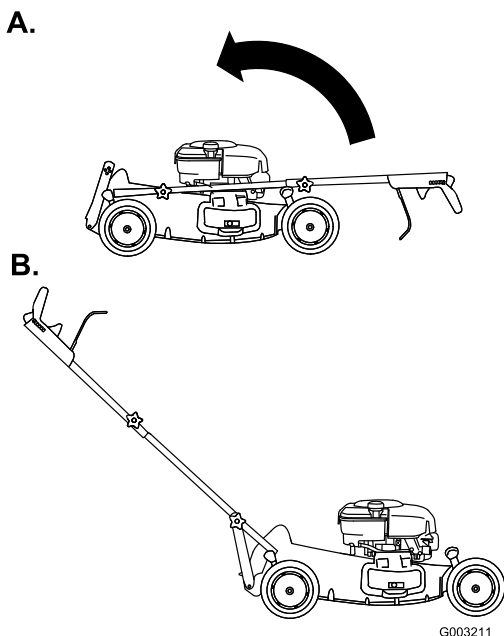

Figura 6
5. Fate ruotare la stegola indietro (Figura 6).